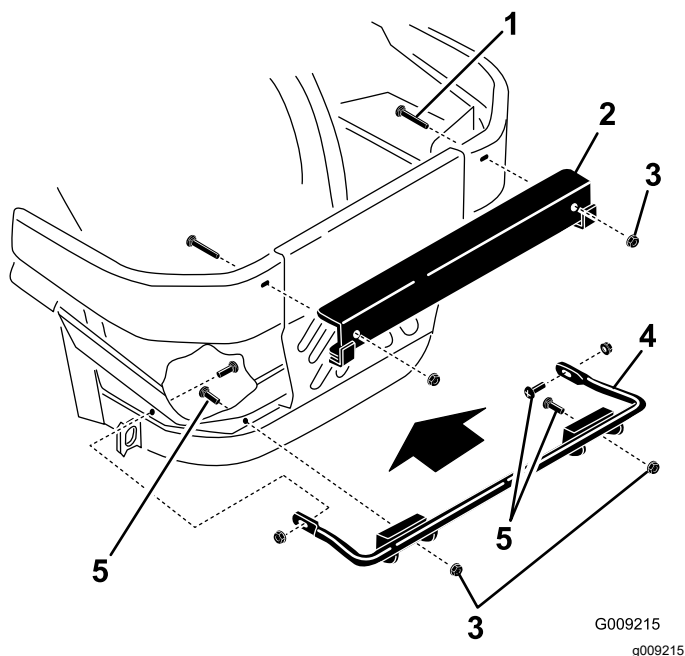

Figura 6
- Montate la staffa di fissaggio inferiore sul telaio della macchina con 4 bulloni a testa tonda ($\frac{3}{8}$ " x $1\frac{1}{4}$ ") e 4 dadi flangiati ($\frac{3}{8}$ "), come illustrato nella Figura 6.
- Installate la staffa di fissaggio superiore sui paraurti laterali sinistro e destro con 2 bulloni a testa tonda ($\frac{1}{2}$ " x $2\frac{1}{2}$ ") e 2 dadi flangiati ($\frac{1}{2}$ "), come illustrato nella Figura 6.